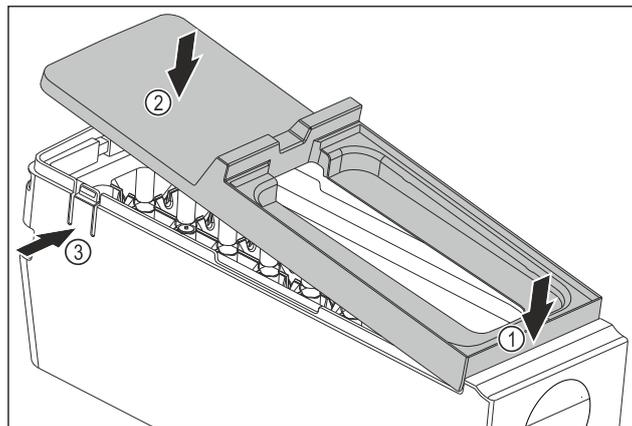

Fig. 81
- ▶ Монтаж на капака на корпуса на EasyTwist-Ice: Поставете капака отпред. Fig. 81 (1)
- ▶ Спуснете капака отзад. Fig. 81 (2)
- ▶ Капакът се фиксира с щракване в двете езичета Fig. 81 (3).